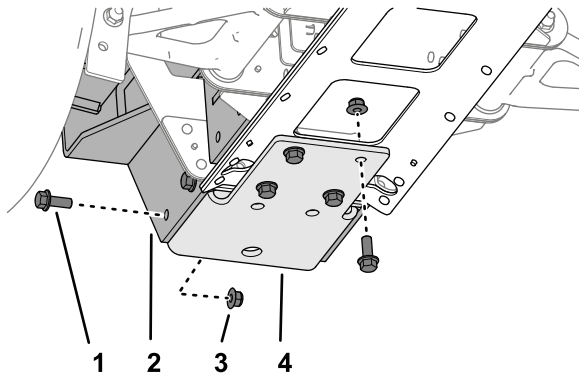
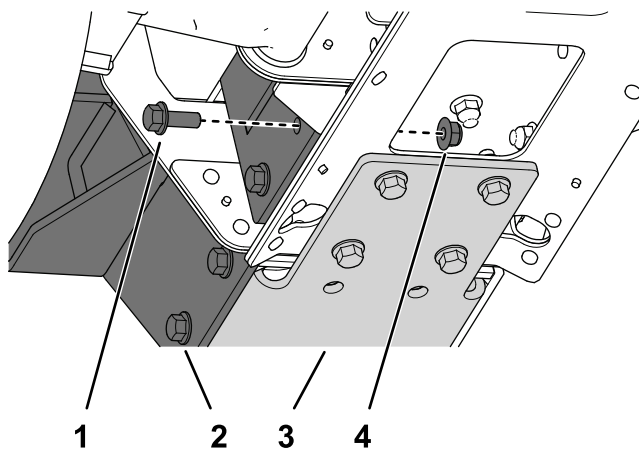

Bild 57
Bild 58
1. Montieren Sie die Befestigung für den Ballaufnehmer und die untere Halterung mit 14 Bundbolzen ($\frac{3}{8}$ " x 1") und 14 Sicherungsbundmutter ($\frac{3}{8}$ ") am vorderen Rahmenkanal und an der mittleren Kanalplatte (Bild 57, Bild 58 und Bild 59).